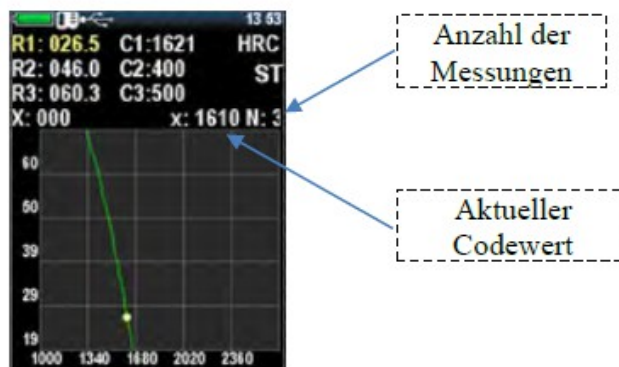

Abbildung 2.31 - Messung zur Kalibrierung
4. Bewegen Sie den Cursor dann auf den Härte­wert gemäß der Probe und führen Sie mindestens fünf Messungen durch (Abb. 2.31). Stellen Sie sicher, dass der Wert von X (der aktuelle Codewert) nicht mehr als 3% abweicht.